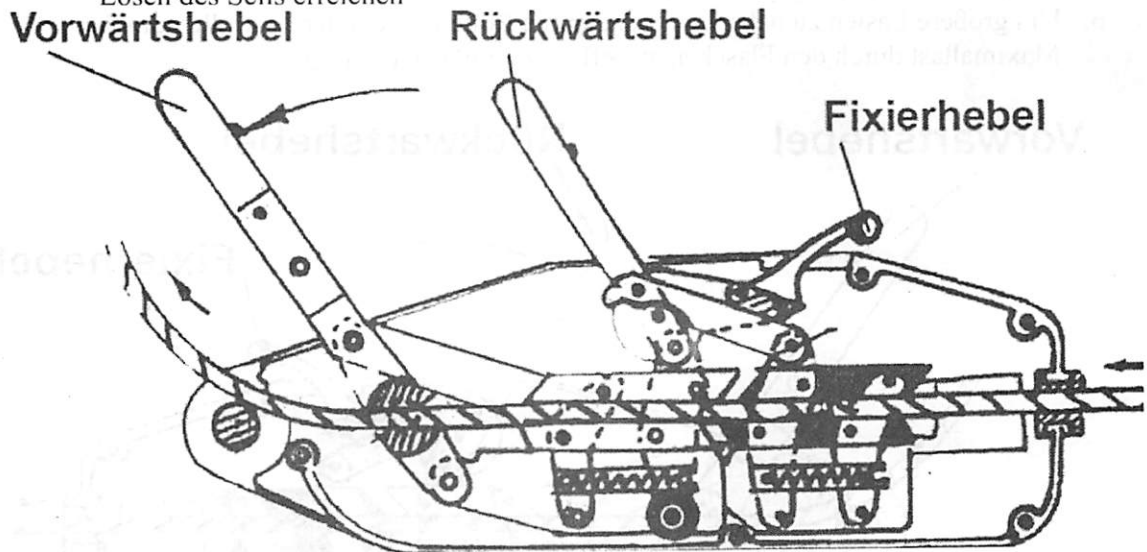
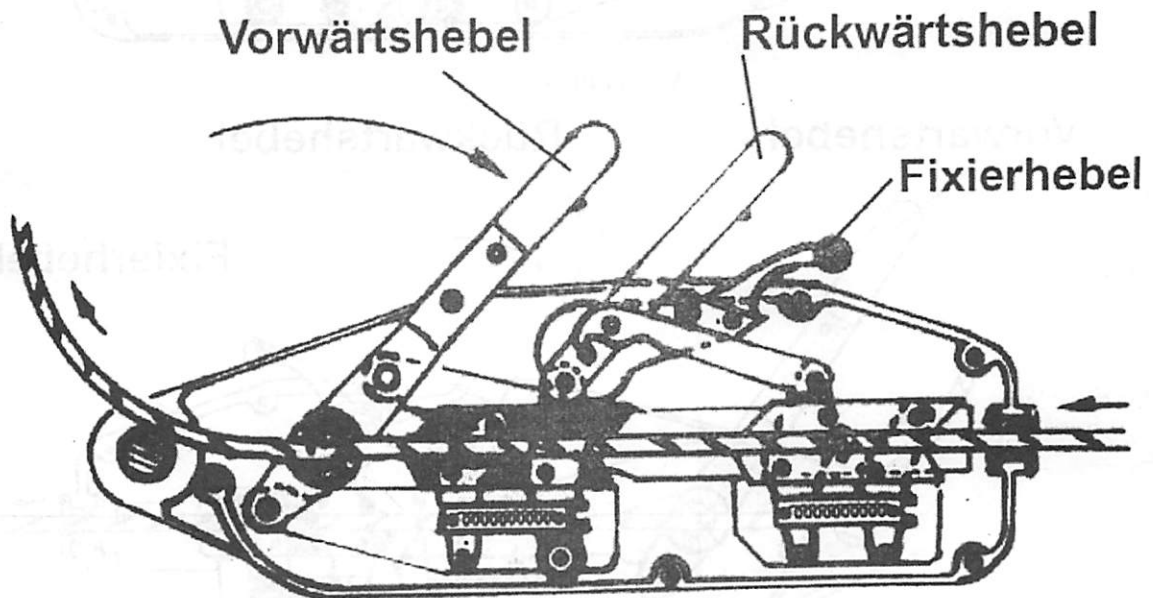

Abbildung 4
Abbildung 5
1. Zum Einziehen des Seils bewegen Sie den Vorwärtshebel vor und zurück (Abb.4 und Abb.5)